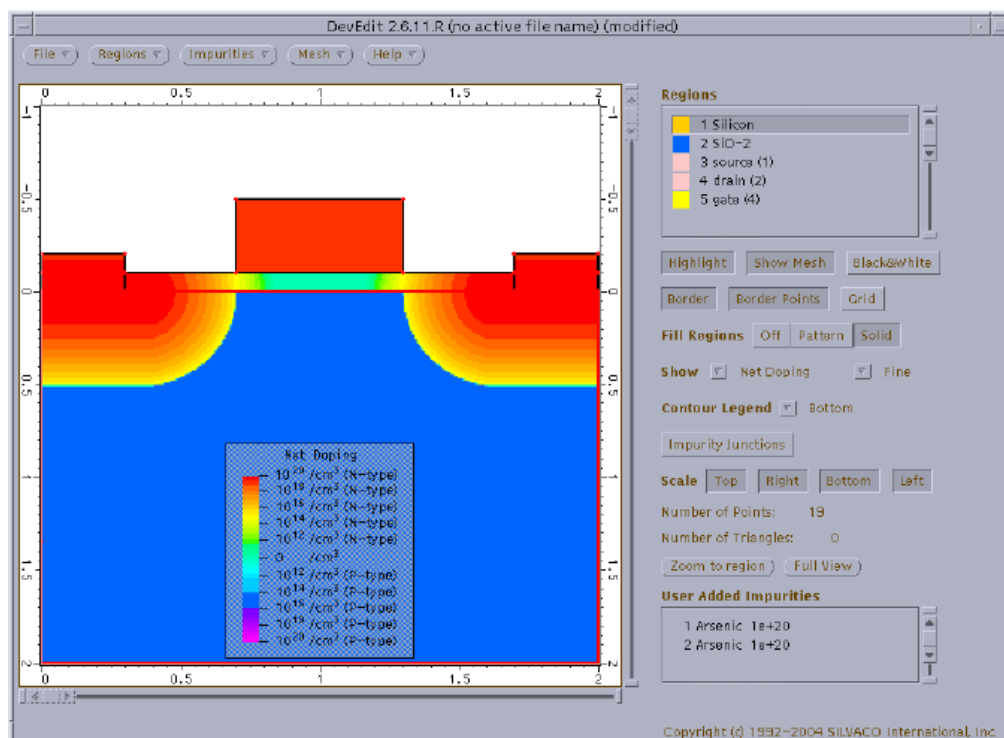

图 6.10 净掺杂分布
2.为了增加轮廓图,打开Contour Legend下拉框,选择所需观察的选项.(参见图6.10)